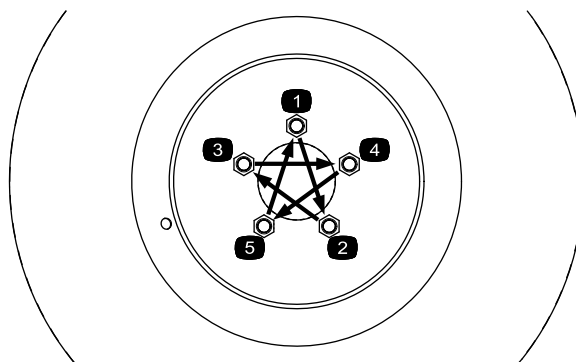

図 9
4. 外してあった後タイヤを取り付けて、ラグナットを対角線パターンで 94-122 N・m70-90 ft-lb にトルク締めする 図 9。